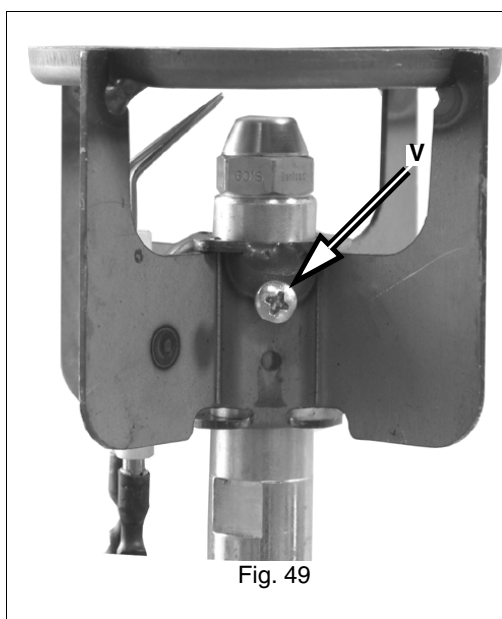
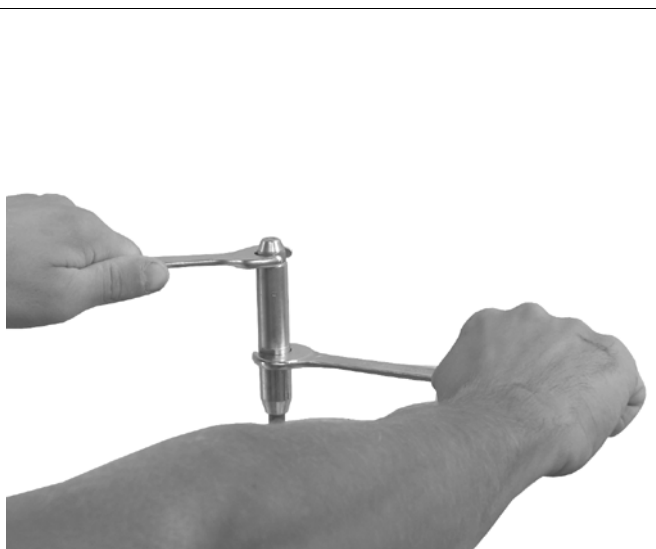

Fig. 49
Fig. 50
- Slabiti surubul V care fixeaza capul de ardere si scoateti capul din suportul duzei (Fig. 49 - Fig. 50).